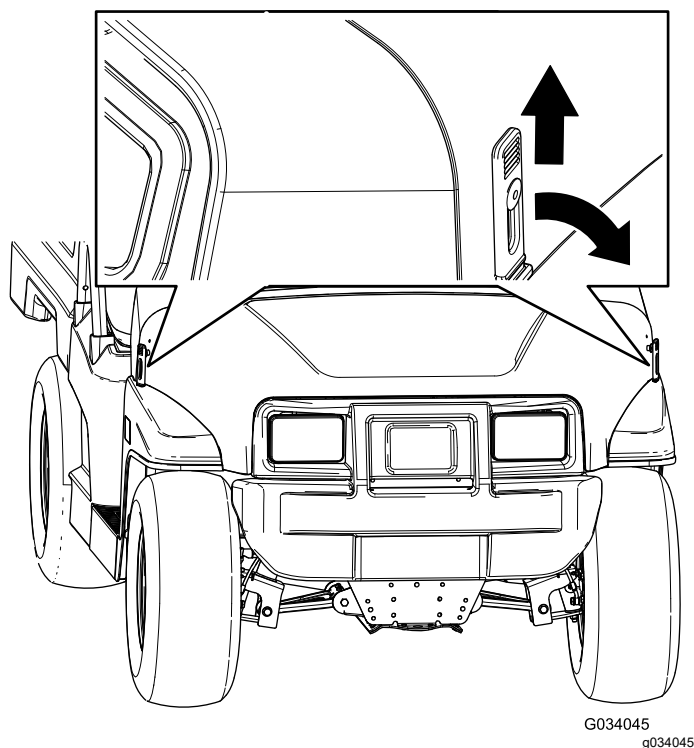

Рисунок 24
1. Поднимите ручки резиновых фиксаторов с каждой стороны капота (Рисунок 24).
2. Закрепите капот, совместив резиновые фиксаторы с замками фиксаторов с каждой стороны капота (Рисунок 24).